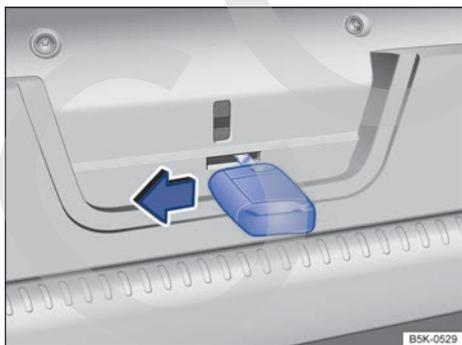

Fig. 69 En el portón del maletero: desbloqueo de emergencia del portón.
- Introduzca el paletón de la llave en la abertura del portón del maletero → **fig. 69** y presione la palanca de desbloqueo en el sentido de la flecha.